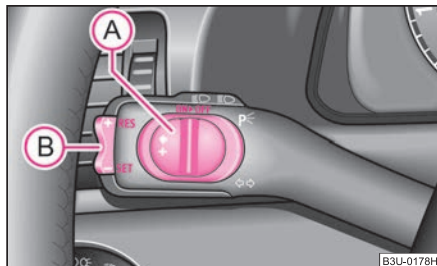

Abb. 121 Bedienungs-
- Schieben Sie den Schiebeschalter (A) ⇒ Abb. 121 in die Position **ON**.
- Nach Erreichen der gewünschten Geschwindigkeit drücken Sie die Wippe (B) in die Position **SET**.
- Die gespeicherte Geschwindigkeit können Sie ohne Betätigung des Gaspedals durch Drücken der Wippe (B) ⇒ Abb. 121 in die Position **RES erhöhen**.
- Die Geschwindigkeits-Regelanlage können Sie ebenfalls abschalten, wenn Sie den Schalter **(A) ⇒ Seite 108, Abb. 121** nach rechts schieben – in die Zwischenposition vor der Stellung **OFF**. Der Schiebeschalter geht danach selbsttätig in die Position **ON** zurück.
Die **Wiederaufnahme** der gespeicherten Geschwindigkeit erfolgt nach Loslassen des Brems- oder Kupplungspedals, bei Fahrzeugen mit automatischem Getriebe nur nach Loslassen des Bremspedals, und nach kurzem Drücken der Wippe **(B) ⇒ Seite 108, Abb. 121** in die Position **RES**.
- Schieben Sie den Schiebeschalter **(A) ⇒ Seite 108, Abb. 121** bis zum Anschlag nach rechts in die Position **OFF**. ■